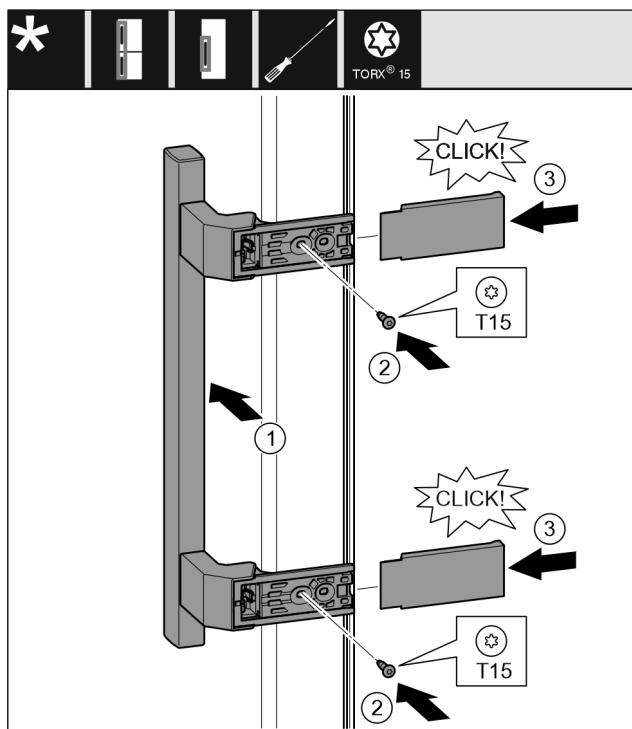

Fig. 38
- Nasad'te madlo na protilehlé straně. Fig. 38 (1)
- Šroubovákem T15 pevně utáhněte šrouby. Fig. 38 (2)
- Z boku nasad'te a nasuňte kryty. Fig. 38 (3)